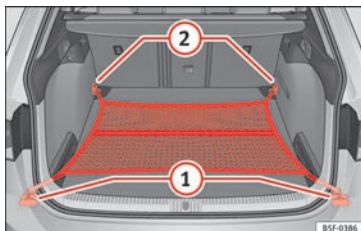

Fig. 175 I bagagerummet: bagagenet, der er hængt fladt fast (modellen LEON ST)
- Løft om nødvendigt de forreste fastgørelsesøjer » Fig. 175 ②.
- Sæt krogene fast i fastgørelsesøjerne ② » ⚠ Bagagenettets lynlås skal vende opad.
- Hægt krogene fast i fastgørelsesøjerne ①.